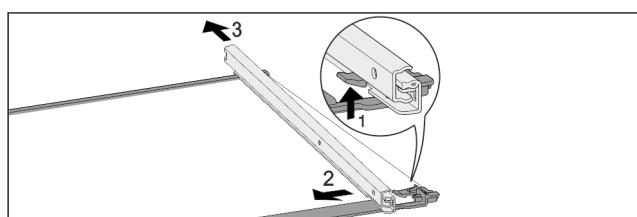

Fig. 52 Скляна пластина з рейками
- Натиснути передній гачок-фіксатор вгору. Fig. 52 (1)
- ▶ Виштовхніть виїзну рейку в сторону Fig. 52 (2) та назад Fig. 52 (3).